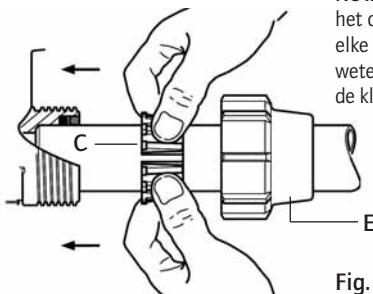

Fig. 2
- Plaats de moer (Fig. 2-E) en de klemring (Fig. 2-C) op de buis voor ingang en uitgang van water, juist afgesneden en afgekant.
- Steek de buis tot tegen de aanslag in de gaten voor ingang en uitgang van water (Fig. 2).
- Duw de klemring (Fig. 2-C) tot tegen de aanslag op de ingang, en daarna de andere op de wateruitgang.
- De moer vastdraaien (Fig. 2-E).
- De klemring naar voren in positie brengen, door hem uiteen te schuiven met de twee duimen in de gleuf geplaatst (Fig. 2-C) om de lijn niet af te schrapen, en daarna de moer vastdraaien.